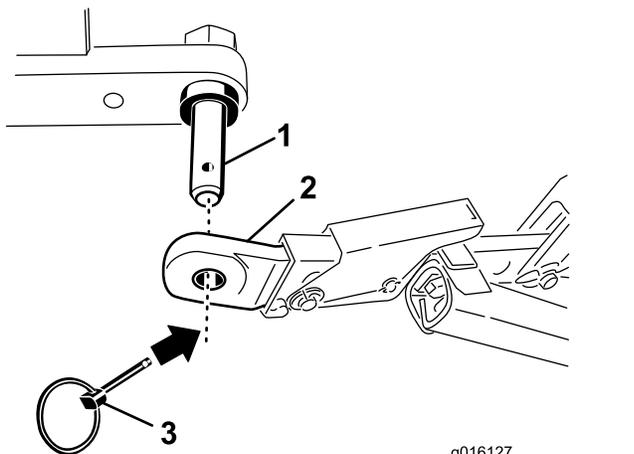

図 3
4. 下リンクアームをエアレータ取り付けピンに、リンチピンで取り付ける **図 3**。